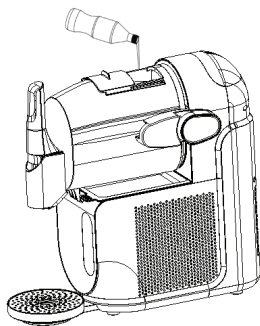

Abbildung 3-3
1. Vor dem Füllen des Füllbehälters mit Flüssigkeit ist es notwendig, den Füllbehälter zu prüfen, ob er richtig installiert ist. (Die Vorgehensweise der Demontage und Montage ist im Kapitel „Reinigung“ zu finden. Vergessen Sie nicht, die Abtropfschale und den Griff vor der Erstverwendung zu installieren.) Öffnen Sie den Oberdeckel des Füllbehälters und gießen Sie dann die Flüssigkeit langsam in den Füllbehälter (siehe Abbildung 3-3). Achten Sie darauf, dass das maximale Herstellungsgewicht von Speiseeis 1236 g beträgt. Das maximale Herstellungsgewicht von Slush beträgt 1890 g.